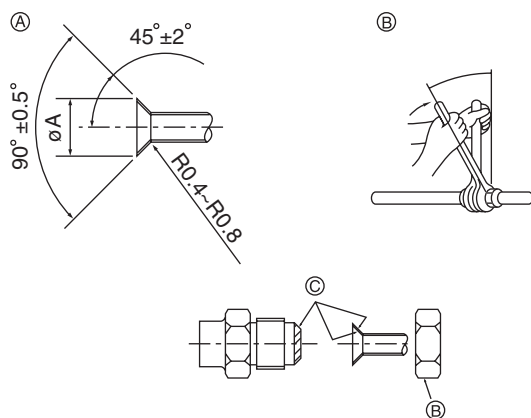

Fig. 4-1
4.1. Tubos de ligação (Fig. 4-1)
- (A) Dimensões do corte de afunilamento